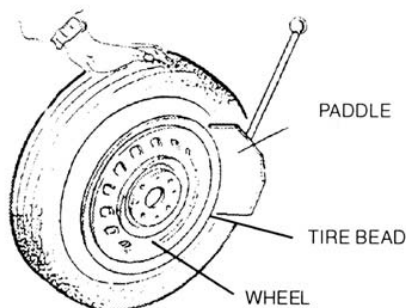

рис.5
- 3) Отведите лопату отжима покрышки наружу вручную. Установите колесо напротив резинового буфера. Подведите лопату к покрышке на расстоянии 10 мм от края обода (см. рис. 5).